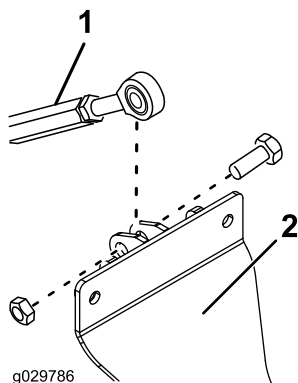

Bild 5
6. Befestigen Sie das eine Ende des Gewindelenkers mit einer Schraube (1/2" x 1-1/2") und einer Sicherungsmutter (1/2") an der Zylinderstütze, wie in Bild Bild 5 abgebildet.